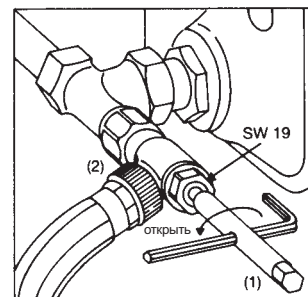

Рис. 6
- 3.4 Инструмент для заполнения и слива (2) накрутить на „Combi 4/3“ и закрепить шланг (рис. 6).
- 3.5 Открыть воздушную пробку на отопительном приборе. Вставить шестигранный ключ SW 10 (1) в инструмент для заполнения и слива (2) и поворотом влево слить прибор (рис. 6).